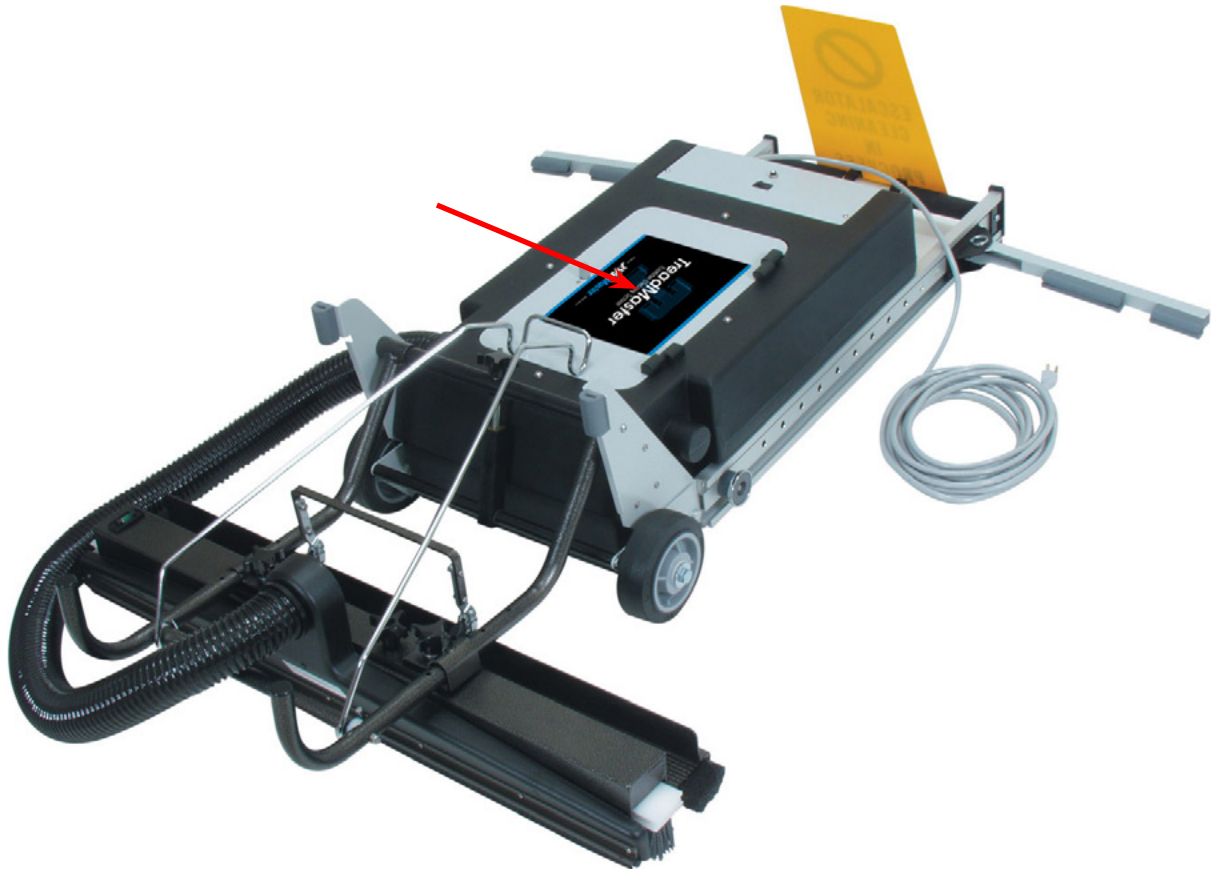

Figure 11. Sac sous vide situé dans le compartiment de rangement
1. Ouvrez le couvercle du compartiment de récupération (voir Figure 11), retirez le sac de son support en desserrant le système de retenue.